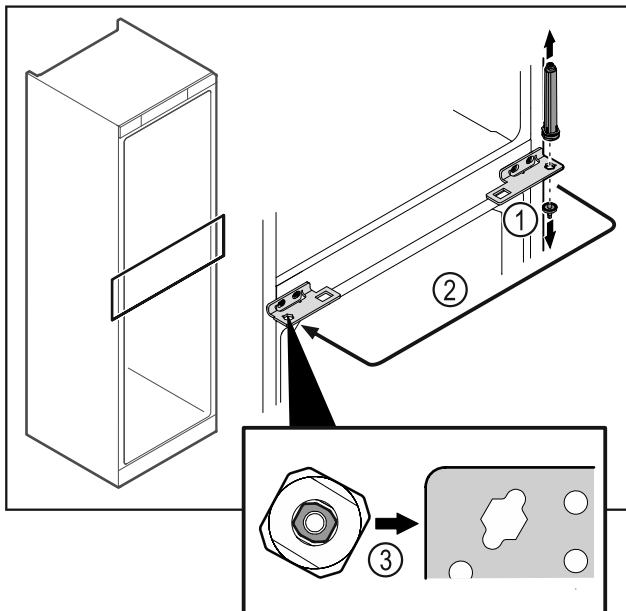

Fig. 49
- ▶ Dévisser l'axe de la charnière Fig. 49 (1).
- ▶ Changer le système de fermeture de la porte Fig. 49 (2) de côté.
- ▶ Lors de la mise en place, veiller à l'orientation correcte du système de fermeture de la porte Fig. 49 (3).